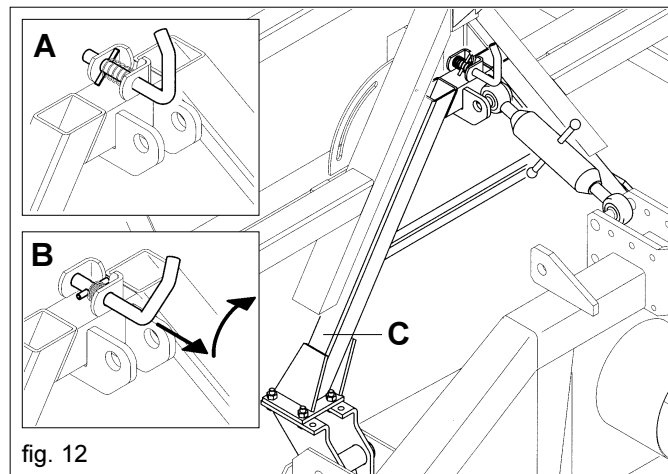

fig. 12
- 2) Lubrifier avec de la graisse (C Fig. 12) les guides du triangle pour faciliter l'embranchage et vérifier que le pivot à ressort se trouve dans la position indiquée par la Figure 12, réf. B.
- 3) Avvicinarsi con il trattore alla seminatrice, agendo sul sollevatore, portare il triangolo di aggancio rapido sulla verticale del triangolo di accoppiamento della seminatrice (Fig. 12).
- 5) Soulever la machine jusqu'à ce que les deux parties soient parfaitement assemblées long des glissières du triangle avec l'assemblage du goujon à ressort (A Fig. 12).
- 2) Après avoir soulevé la machine, insérer les pieds de stationnement et préparer le pivot (cf. B Fig. 12) au décrochement.